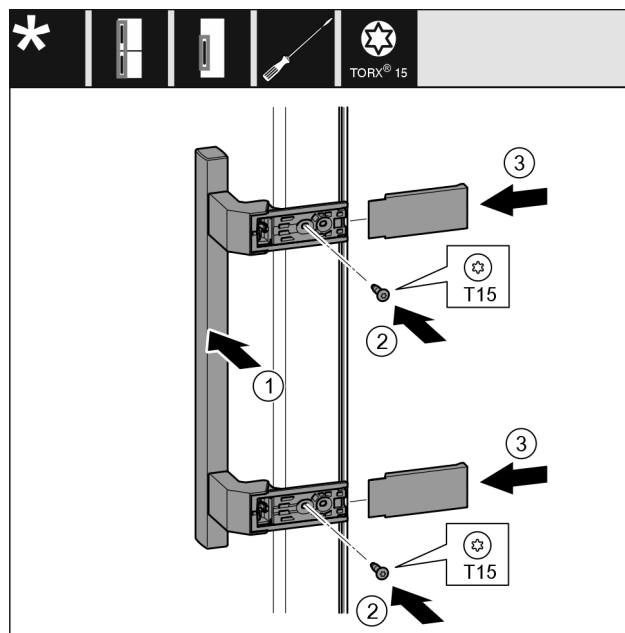

Fig. 50
- Vendosni dorezën Fig. 50 (1) në anën e kundërt.
- Mbërtheni fort vidat Fig. 50 (2) me kaçavidë.
- Vendosni kapakët mbulues Fig. 50 (3) anash dhe shtyjini.